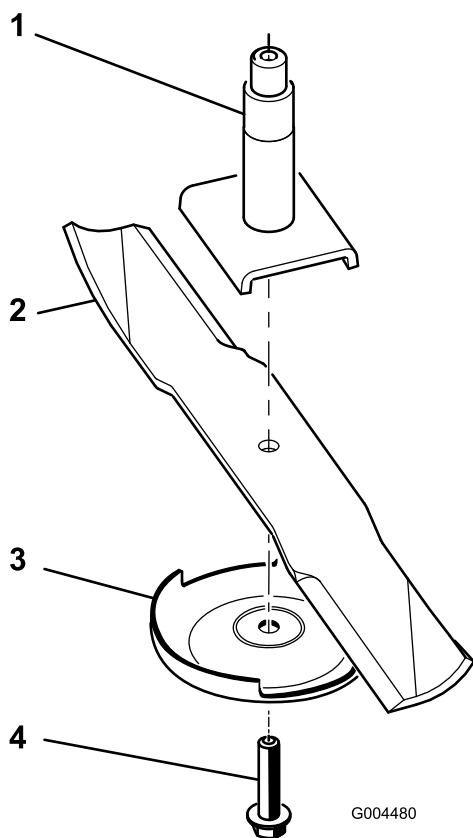

Рисунок 77
Примечание: Если нож остается в горизонтальном положении, значит нож сбалансирован и его можно использовать. Если нож не сбалансирован, удалите некоторое количество металла только с конца области крыла (Рисунок 77). Повторяйте эту процедуру до тех пор, пока нож не будет сбалансирован.
1. Установите нож на шпиндель (Рисунок 77).
2. Установите защитную пластину и болт ножа (Рисунок 77).